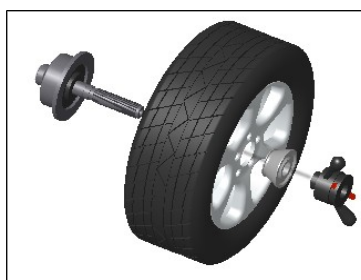

Bild 6-1
6.2.2.2 Negativt läge (Bild 6-1):